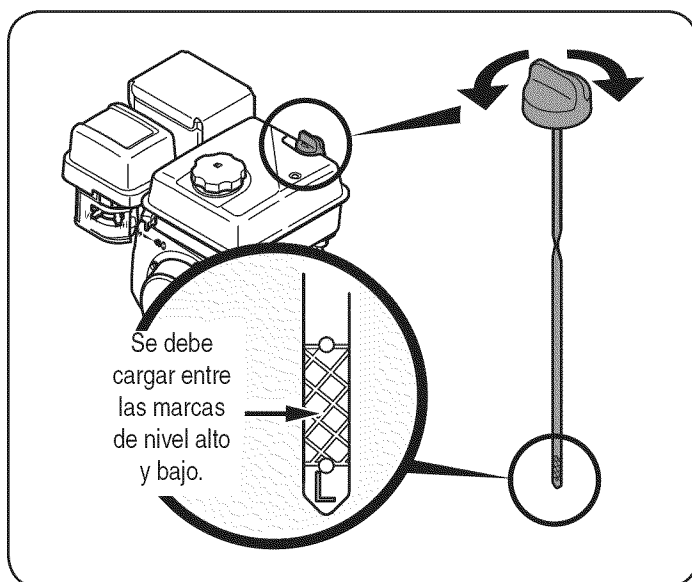

Figura 6
2. Retire el tapón de llenado / varilla de medición y Limpie la varilla. Véase la Figura 6.